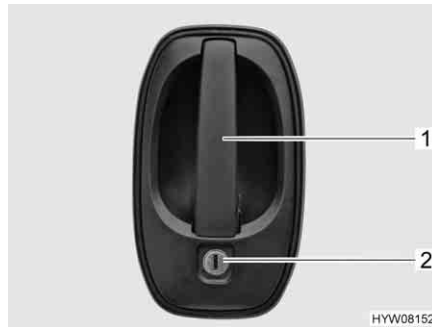

Fig. 37 Serratura della porta conducente, lato esterno
- Inserire la chiave nel cilindro della serratura (Fig. 37,2) e ruotare fino a quando la serratura della porta si sblocca.
- Tirare la maniglia della porta (Fig. 37,1). La porta è aperta.
- Inserire la chiave nel cilindro della serratura (Fig. 37,2) e ruotare fino a quando la serratura della porta si blocca.